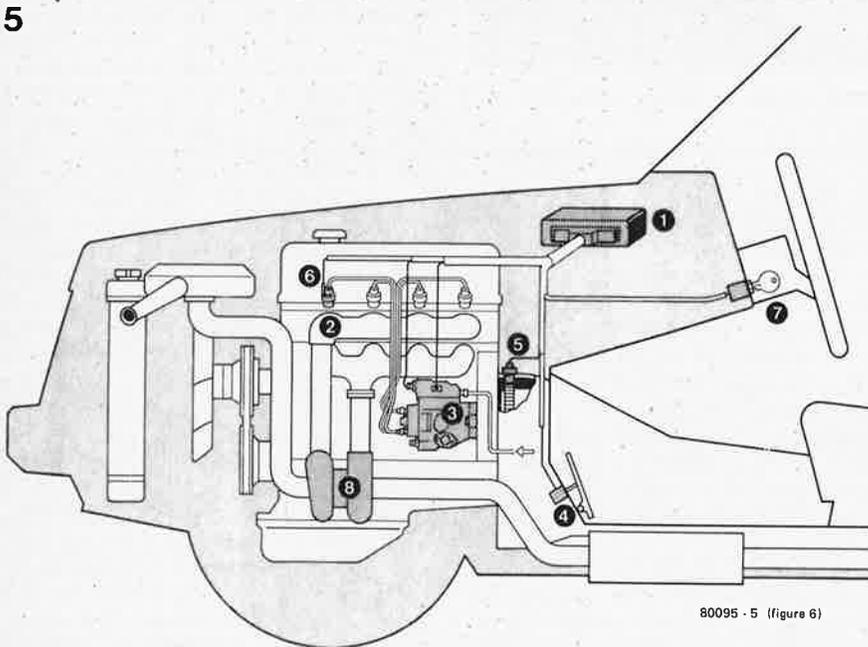

Figure 5. Dispositif d'injection à commande électronique pour moteur diesel:
La figure 5 nous montre deux dispositifs optiques nécessaires pour les mesures à l'anémomètre à laser. Les petites particules diffusent la lumière dans toutes les directions mais particulièrement vers l'avant. Aussi le moyen le plus simple (figure 5a) consiste à mesurer un "échantillon" de flux, lorsqu'on injecte de l'air
**Figure 5. (a) Dispositif optique nécessaire pour mesurer "l'échantillon" de flux lorsqu'on injecte de l'air par la tubulure d'admission et sa soupape dans un cylindre transparent de moteur diesel. Un rayon laser est dédoublé et les deux rayons convergent en un point donné. Une particule qui traverse le système de franges du volume de commande diffuse la lumière en un train d'impulsions à une vitesse qui est une mesure de la vitesse de déplacement de la particule. La lumière diffusée est recueillie par une lentille et détectée par un photomultiplicateur. La vitesse de pulsation est déterminée par un ordinateur. (b) La mesure optique de la vitesse de déplacement des gaz par "diffusion vers l'arrière" utilise le même principe que la diffusion vers l'avant.**